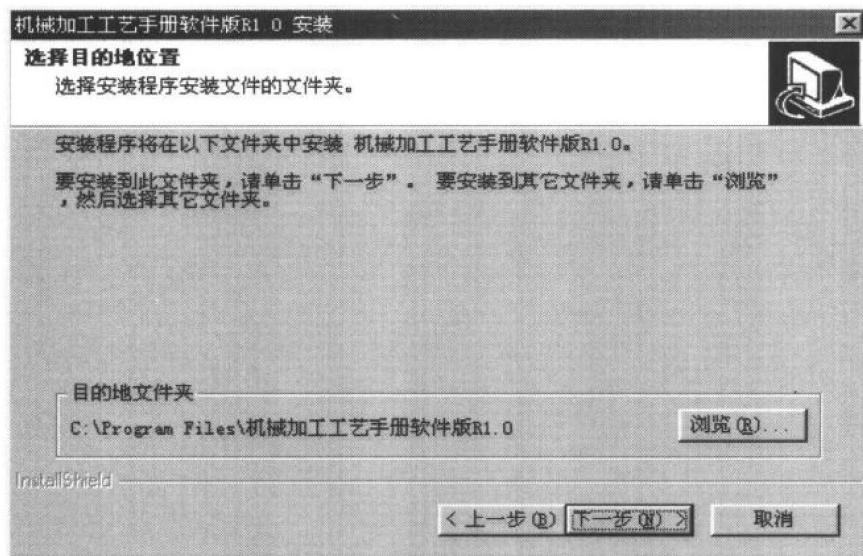

图 1.4 选择安装目录界面
5) 再进入选择安装目录界面(图 1.4), 系统推荐的安装目录是 C:\Program File\机械加工工艺手册软件版 R1.0。